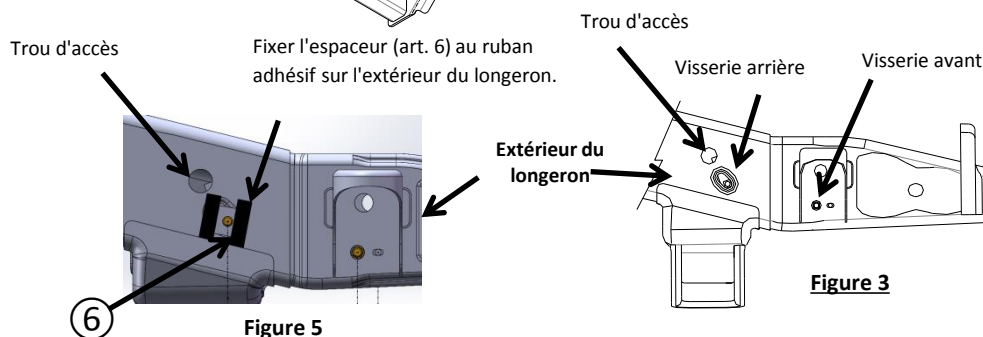

Figure 5
4. Fixer l'espaceur (art. 6) au ruban adhésif sur le point de fixation arrière. Voir la Figure 5. Repousser ensuite toutes les fixations dans le longeron en laissant le fil de tirage attaché et dépassant. Voir la Figure 4.